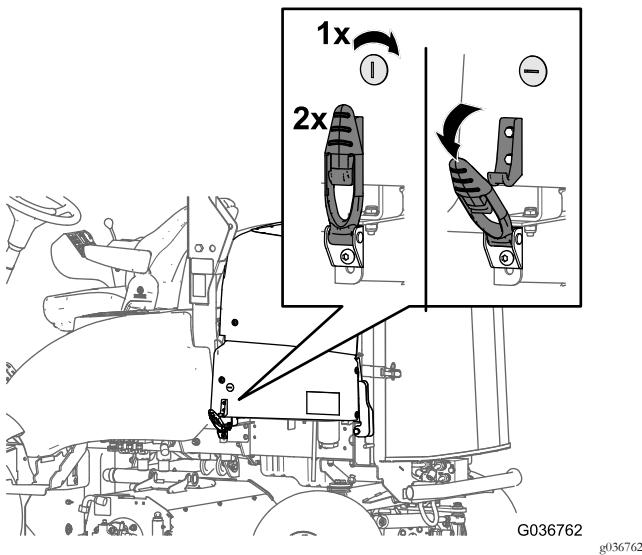

图2
1. 将机罩钥匙插入机罩锁将锁逆时针旋转 90° 图1 或 图2。
- 对侧面安装机罩闩锁的机器从弹簧扣上卸下 2 个机罩闩锁 图2。